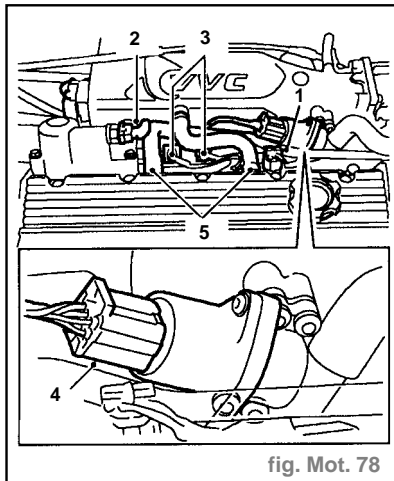

fig. Mot. 78
- Débrancher la fiche multibroches du capteur CMP (1) (fig. Mot. 78).